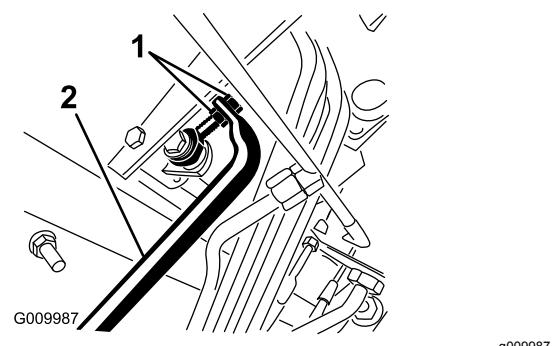

Bild 47
4. Stellen Sie die Bundmuttern am Pumpenstangenende ein, um die Pumpensteuerungsstange nach vorne zu verschieben, um ein Verschieben nach vorne zu vermeiden, oder um die Pumpensteuerungsstange nach hinten zu verschieben, um ein Verschieben nach hinten zu vermeiden (**Bild 47**).